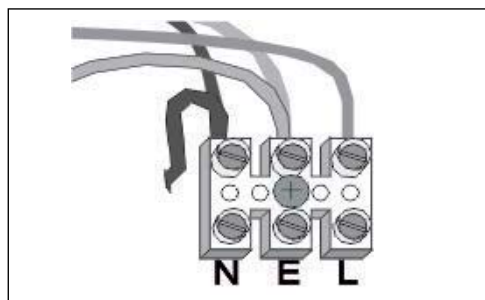

Fig. 12 Cable de terminación
- ▶ Conecte los cables al bloque terminal y a la clavija de tierra (Fig. 12):